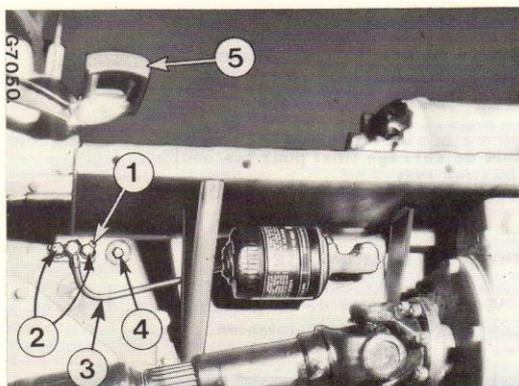
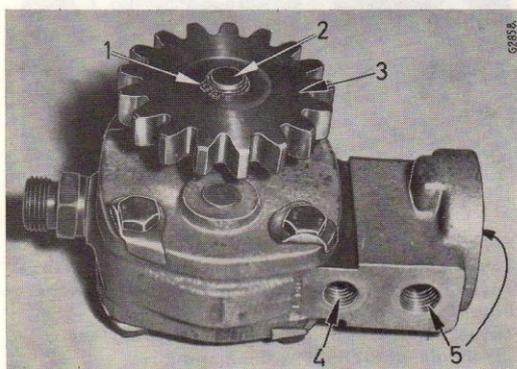

Fig. 36
Fig. 37
Déposez le tuyau (3, fig. 36) et enlevez le ressort du clapet. Veillez à ne pas perdre les cales de réglage entre le ressort et la vis creuse. Ouvrez la plaque de blocage (1) et dévissez les boulons de fixation (2).
Si nécessaire, enlevez le circlip (1, fig. 37) et dégagez le pignon d'entraînement (3) de l'arbre.
Insérez la pompe tout entière dans le carter de transmission et fixez-la à l'aide des boulons (2, fig. 36). Les filets de ces boulons doivent être traités avec une pâte au graphite ou de la graisse "Molykote" avant de les remettre en place. Serrez les boulons au couple recommandé. Vérifiez le jeu entre-dents des dents du pignon d'entraînement (3, fig. 37) à l'aide d'un comparateur à cadran.
Si le jeu est correct, bloquez les boulons de fixation (2, Fig. 36) à l'aide de la plaque de blocage (1). Installez le clapet avec son ressort et fixez-le en place avec la vis creuse et le tuyau (3).